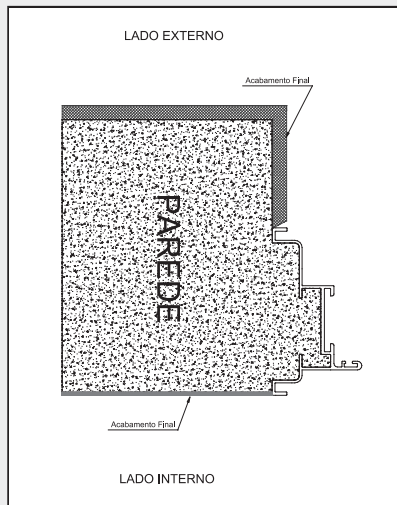

Figura 4 - Detalhe do acabamento para porta de chumbar.
- Colocar a esquadria no vão, obedecendo às indicações do lado interno e externo e da posição da porta, conforme informações da embalagem. O posicionamento da esquadria deve levar em consideração o tipo de acabamento interno da edificação, conforme figura 4.